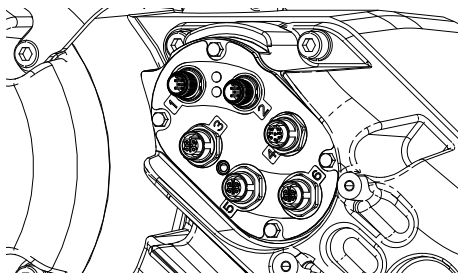

FIG. 49
- c. Allentare il fermacavo (CG).
- d. Rimuovere i fili dall'alloggiamento dell'unità di azionamento tirandoli attraverso il fermacavo (CG).
- e. Scollegare i cavi collegati alle porte 1-6 sul lato dell'unità di azionamento (AB), mostrato in FIG. 49.